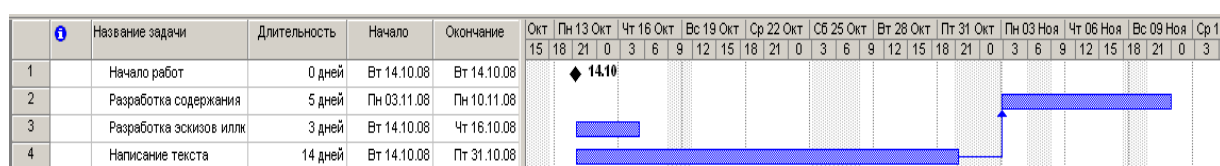

Рис. 2.17. Неправильно созданная связь
- Нажмите кнопку  (Связать задачи) на панели инструментов **Standard** (Стандартная). Между выделенными видами работ снова будет установлена связь (рис. 2.17).